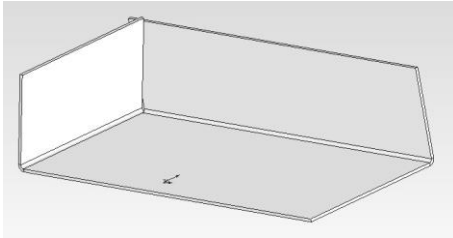

Рисунок 9.3 – Результат побудови кромки під кутом
- побудувати наступну кромку, (рис. 9.3).